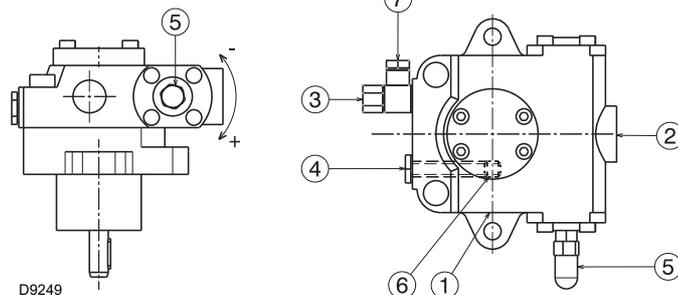

Fig. 23
Están instaladas en el quemador con el by-pass cerrado por el tornillo 6)(Fig. 23).
- A fin de que la bomba (Fig. 23) pueda autocebarse, es indispensable aflojar el tornillo 4) de la bomba para purgar el aire que pueda haber en el tubo de aspiración.
Leyenda (Fig. 23)
La operación indicada anteriormente es posible porque la bomba sale de fábrica llena de combustible. Si la bomba se ha vaciado, llenarla de combustible por el tapón del vacuómetro 4)(Fig. 23) antes de arrancarla, de otro modo quedará agarrada.